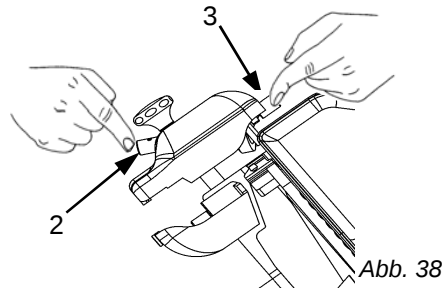

Abb. 38
7. gleichzeitig, für 3/4 Sek., die Druckknöpfe 2 und 3 drücken und beide gleichzeitig wieder loslassen (Abb. 38);